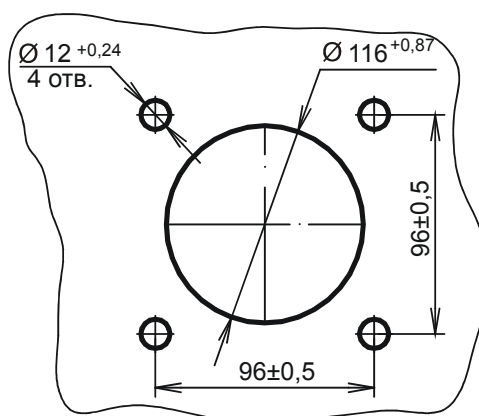

Рис.4 Схема электрическая подключения приборов при их питании от контролируемой сети.
4.5.6 Прибор подключайте к сети согласно схемам, приведенным на рис.4 и 5.
Питание приборов может осуществляться как от контролируемой сети (рис.4), так и от вспомогательного источника питания (рис.5).